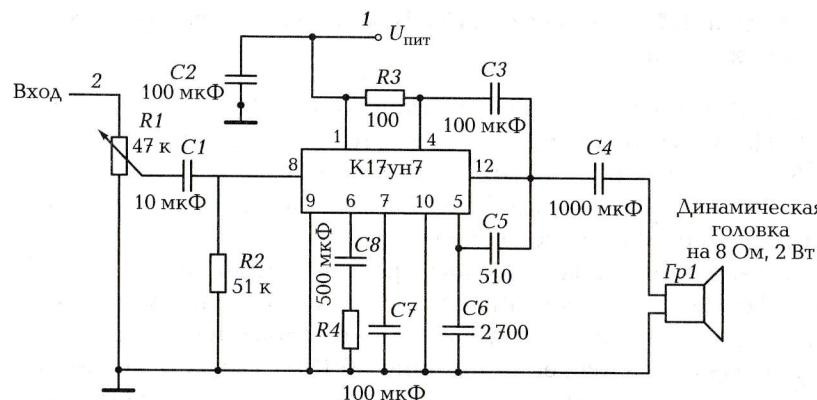

Рис. 3.16. Схема реализации усилителя низкой частоты на микросхеме К174УН7
для задания 2: номиналы элементов в соответствии с принципиальной схемой (рис. 3.16);
1. Соберите схему в соответствии с рис. 3.16.